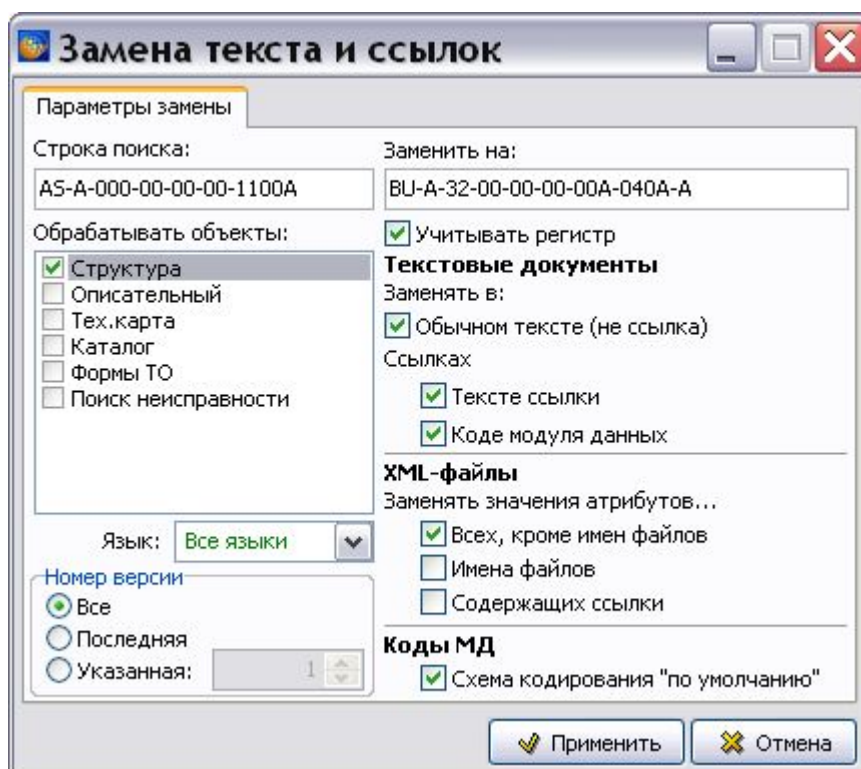

Рис. 8.8
2. В правой части диалогового окна **Структура раздела** выберите инструмент **Замена строк в CSDB** . При этом появится окно **Замена текста и ссылок** (Рис. 8.8).